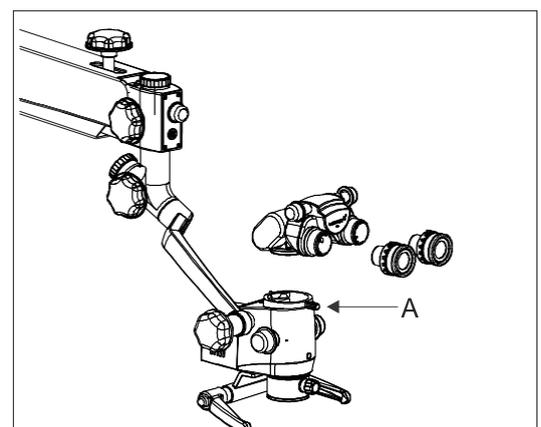

Fig. 6
7.6 Installieren Sie den Binokularkopf und die Okulare auf dem Vergrößerungswechsler. Befestigen Sie den Binokularkopf mit der Kopfverriegelungsschraube, wie in Abbildung 6 als (A) gezeigt.